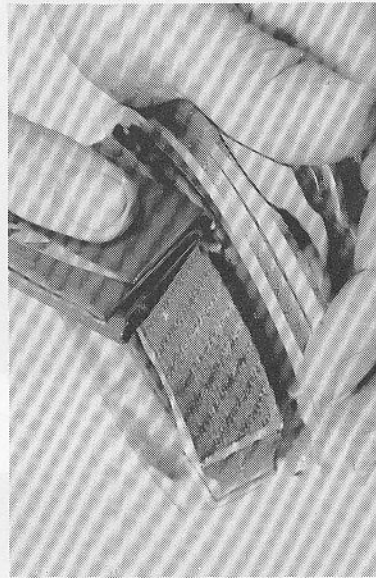

Fig. 5-1-7
2. Remove any glazed areas from brake shoes using coarse sand paper. (Fig. 5-1-7)
2. Enlever toute zone vitrifiée des sabots de frein en utilisant du papier de verre à grains fort. (Fig. 5-1-7)